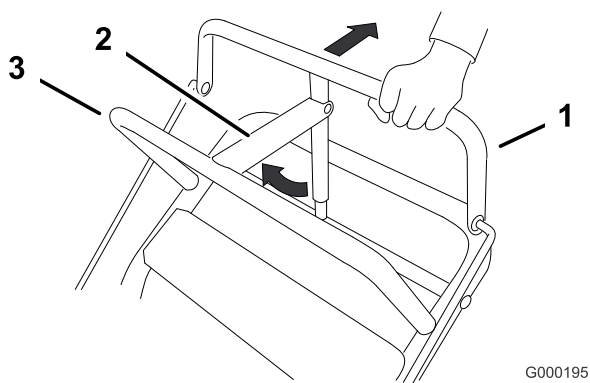

Figura 15
1. Tire hacia atrás de la barra de control superior (Figura 15) y sujétela en esa posición.
2. Levante la palanca del freno de estacionamiento (Figura 15) y suelte poco a poco la barra de control superior. La palanca de freno debe permanecer en posición puesto (bloqueado).
2. Suelte gradualmente la barra de control superior (Figura 15).